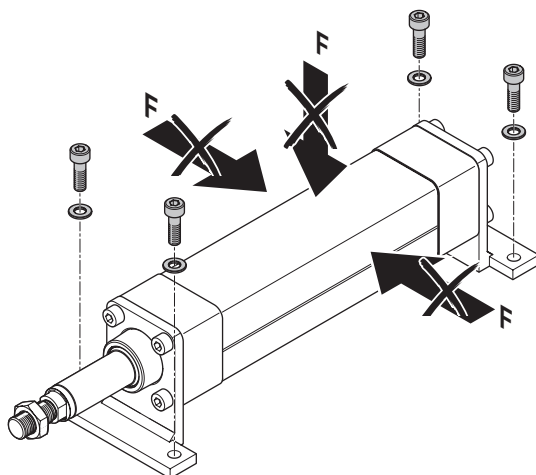

Fig. 12 : Décalage du couvercle/fond et du boîtier
► Montage sans contrainte de l'EMC ➔ Fig. 12.